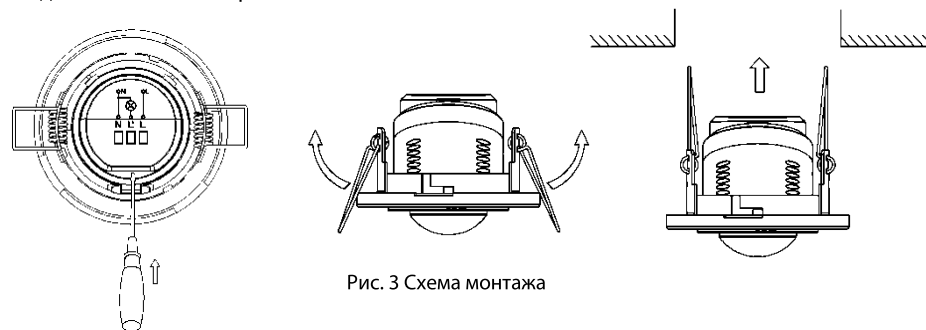

Рис. 3 Схема монтажа
2. Подсоедините провода питания и электроприбора, подключаемого к датчику в соответствии со схемой подключения (рис. 3).